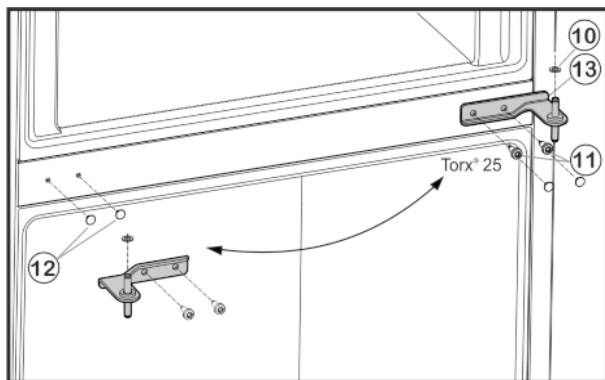

Fig. 6
- ▶ Ostrożnie zdjąć osłonki *Fig. 6 (12)* i zamontować na przeciwległej stronie.